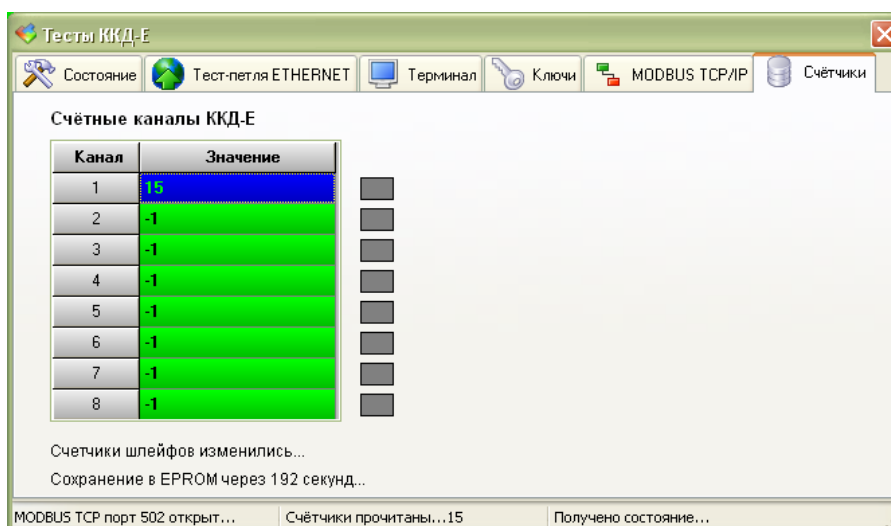

Рисунок 47 – Вкладка «Счётчики» окна тестирования блока ККД-Е
2. Перейти на вкладку «Счётчики» (рисунок 47). На вкладке в таблице показаны значения счетчиков для каждого канала. Значение -1 говорит, о том, что по данному счетному каналу не было ни одного счетного импульса. Правее таблицы расположены светодиоды текущего состояния шлейфа (серый – шлейф разомкнут, зеленый – шлейф замкнут). Прибавление импульса выполняется при переходе из замкнутого в разомкнутое состояние шлейфа.